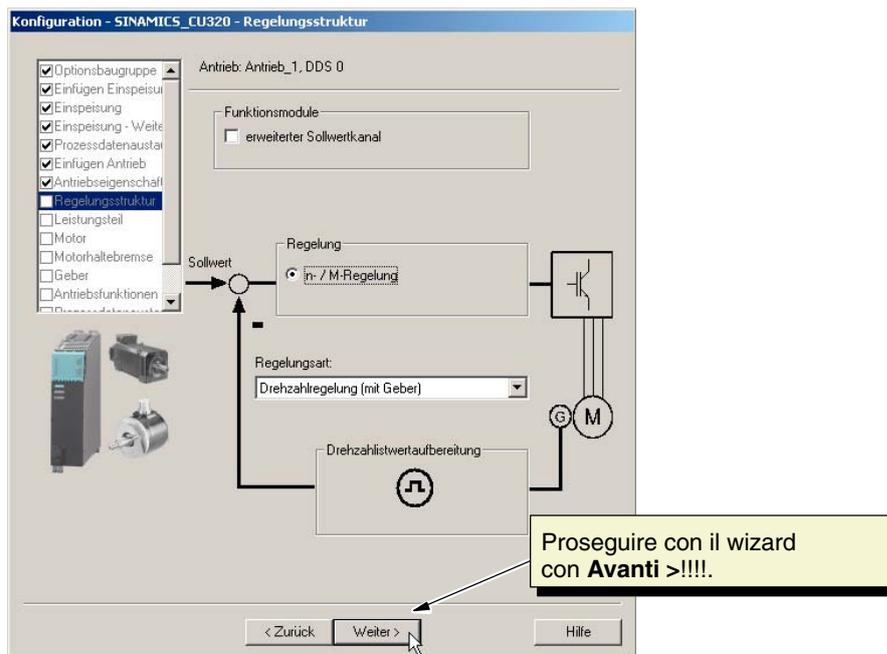

Fig. 10-60 Wizard di progetto
3. Cliccare su **Esegui configurazione azionamento**. Viene visualizzato il wizard di progetto per la configurazione (vedere la seguente fig. 10-60).